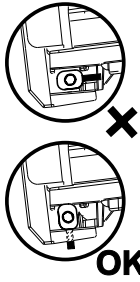

Bild 13.4.h
- Entfernen Sie die kurzen Klemmstangen (7 und 8) indem Sie diese um ein Viertel drehen. Achten Sie dabei auf die Drehrichtung (rote Markierungen - Bild 13.4.f);
- Drücken Sie jetzt den Kondensatwanne (12) vorsichtig nach unten und ziehen Sie sie nach vorne weg;